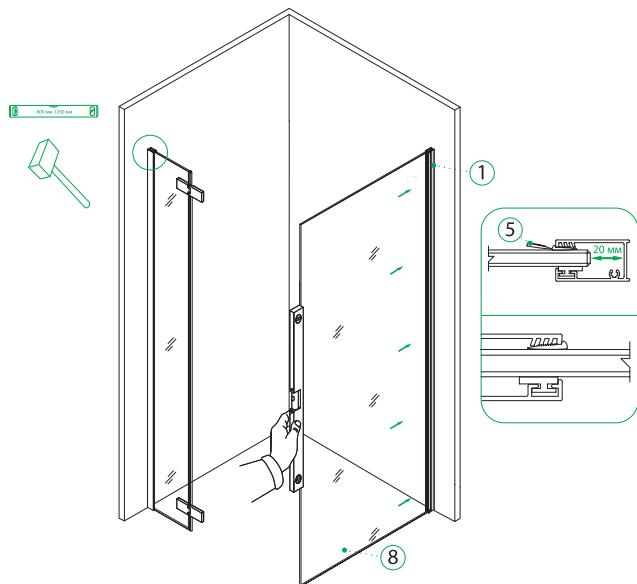

Рис. 10/10-сур.
6. Установите закаленное стекло 1930x860 мм (№8) в пристенный профиль (№1) с помощью уровня. Слегка закрепите его уплотнителем EVA (№5), чтобы впоследствии можно было отрегулировать длину ограждения (рис. 10).